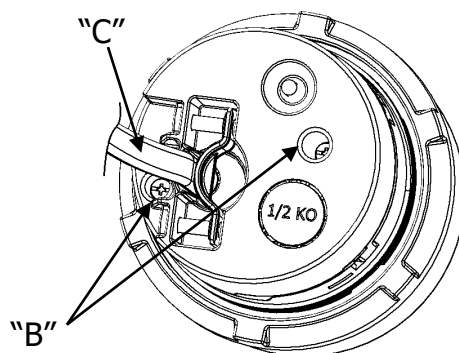

Fig. 3
- Pour les câbles sous gaine non métallique n° 14 AWG, retirer la débouchure en demi-cercle "E" du boîtier de câblage en aluminium "A" (consulter la Fig. 4). Retirer la gaine du câble pour exposer les fils sur 10 cm. et faire passer le câble par la fente. Fixer le câble à la gaine avec le serre-cordon (Fig. 3), puis serrer à un couple de 0,9-1,1 N•m.
○ For #14 AWG non-metallic sheathed cable, remove the semicircle Knockout "E" from aluminum wiring housing "A" (see Fig. 4). Remove cable jacket to expose 4 inch long wires, feed the cable through the slot, secure the cable on the jacket with the wire clamp (Fig.3), torque to 8-10 lb•in [0.9-1.1 N•m].
○ Pour les câbles sous gaine non métallique n° 14 AWG, retire el semicírculo Knockout "E" de la caja de cableado de aluminio "A" (ver Fig. 4). Quitar el forro del cable para exponer los cables 4 pulg.(10 cm), pasar el cable por la ranura. Fije el cable en el forro con la abrazadera de alambre (Fig. 3), par a 8-10 lb•in [0.9-1.1 N•m].